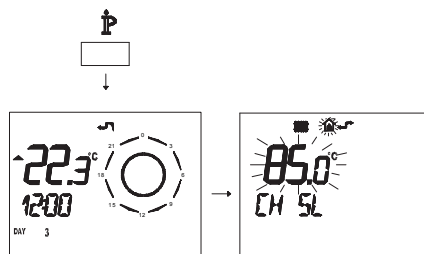

Fig. 5.89
- Premere per più di 3 secondi il pulsante **IP** per entrare in modalità **INFO** (Fig. 5.89).